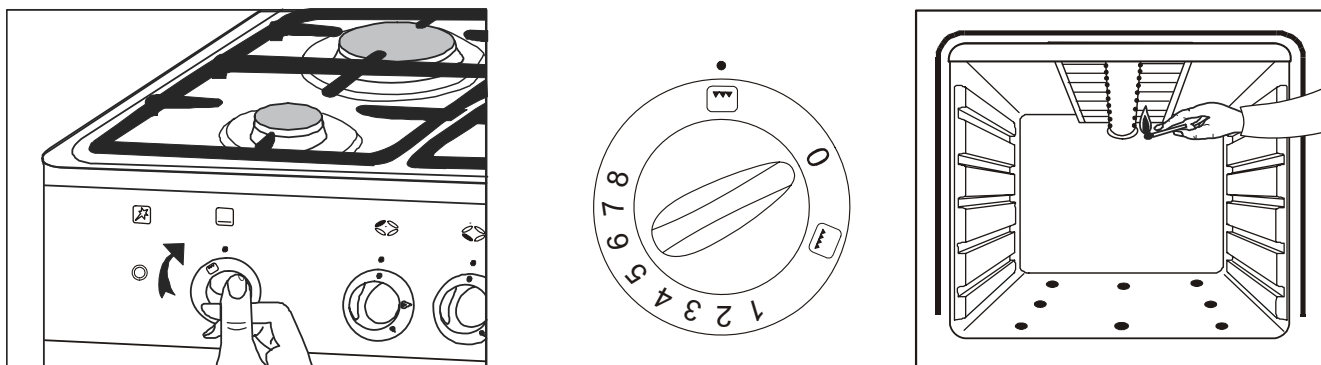

Fig. 23
- ouvrir la porte du four, pousser et tourner la commande four jusqu'à sentir une résistance, positionner la commande sur le repère  (fig. 23). En même temps approcher une flamme aux orifices d'allumage du grill ; un fois le gaz allumé maintenez la pression sur la manette pendant 10 secondes environ pour activer le système de sécurité,